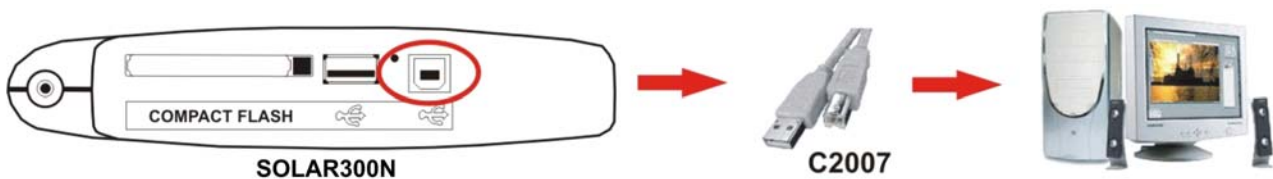

Fig. 212: Conexión del instrumento al PC
3. Conecte el instrumento al PC usando el cable C2007 (USB "A" → USB "B") incluido en dotación como muestra la Fig. 212: